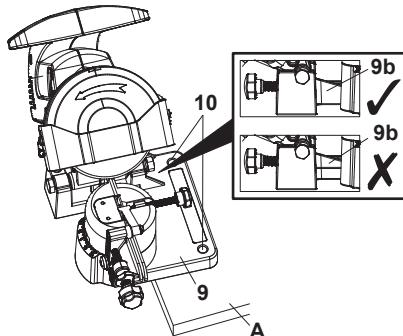

Fig. 3
1. Alinee la placa base (9) con el borde del banco de trabajo (o con una superficie firme y nivelada similar) (Fig. 3). Preste atención a que el borde central (9) situado debajo de la placa base (9) quede alineado con el borde del banco de trabajo (A).
2. Reproduzca patrón de los dos orificios de montaje (10) en la superficie con un lápiz.
4. Monte la placa base (9) con piezas de tornillería adecuadas (pernos y tuercas M8, no suministrados) en la superficie del banco de trabajo (A).